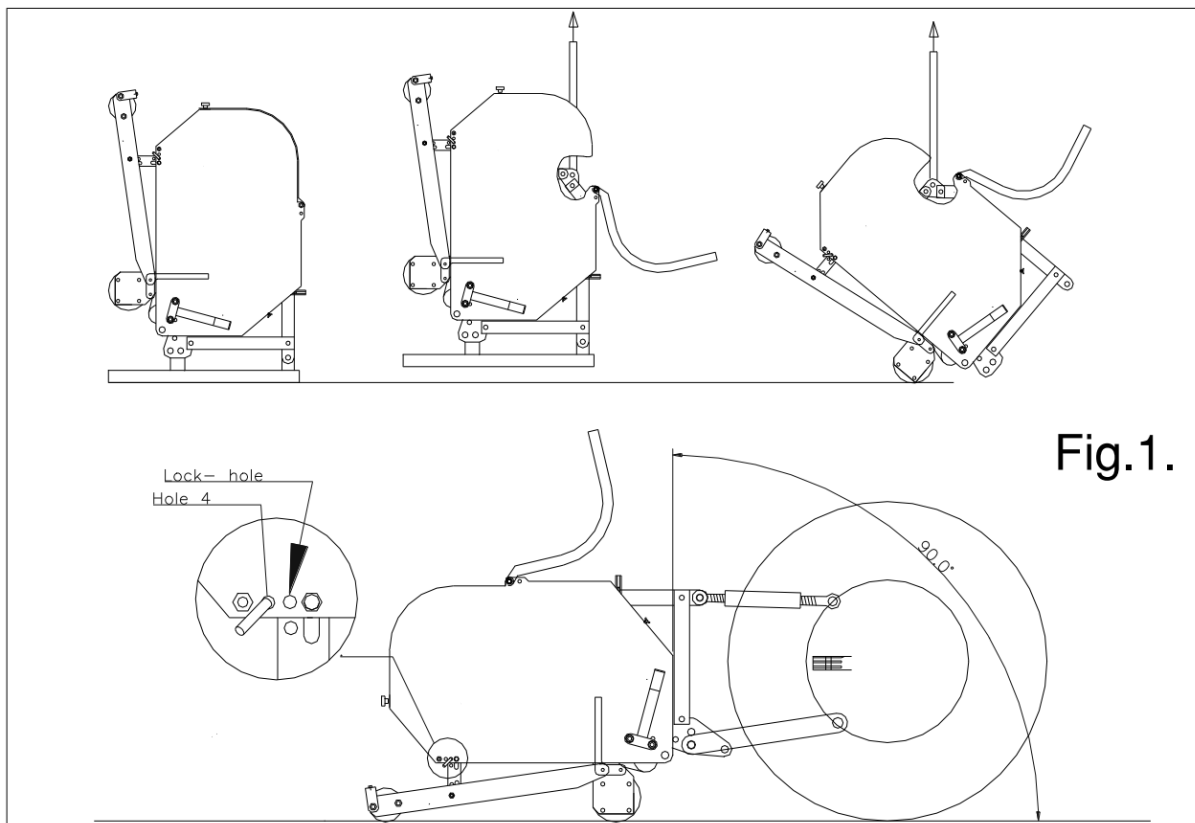

Fig.1.
Maskinen står vertikalt på pallen. For at fjerne pallen og få maskinen horisontalt ned på jorden, skal du gøre som følger (se fig. 1):
- @ Hvis VERTI-DRAIN ikke er korrekt monteret bag traktoren, se fig. 1., kan forskellige kraftudtagsvinkler medføre vibrationer i maskinens drivsystem. Disse vibrationer kan eskadige maskinen og hullerne i jorden.